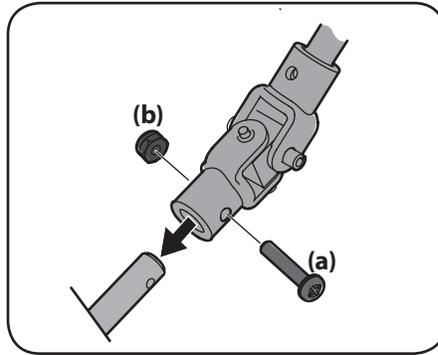

Figure 2-12
3. Enlevez la vis (a) et l'écrou autobloquant hexagonal (b) du joint universel. Voir Figure 2-12.
4. Placez le joint universel sur la tige de commande. Voir Figure 2-12.
5. Fixez le joint universel avec l'écrou autobloquant hexagonal (b) et la vis (a) retirés à l'étape 3. Voir Figure 2-12.